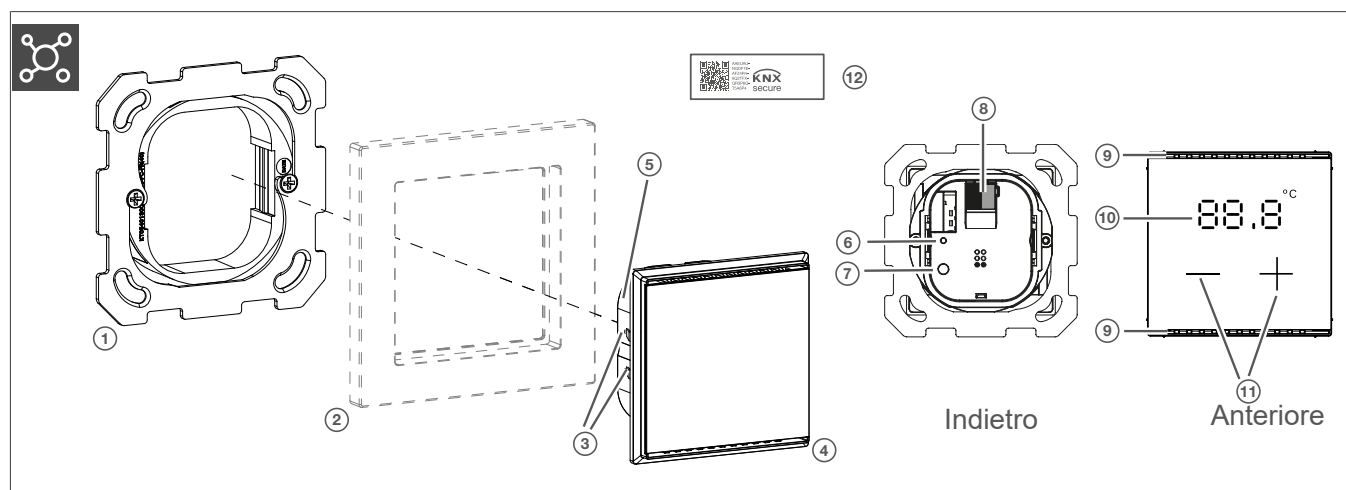

Fig. 2: Disegno e struttura del dispositivo
- 3 Premere il tasto di programmazione (Fig. 2/7: Disegno e struttura del dispositivo).
Il LED di programmazione (Fig. 2/6: Disegno e struttura del dispositivo) si accende.